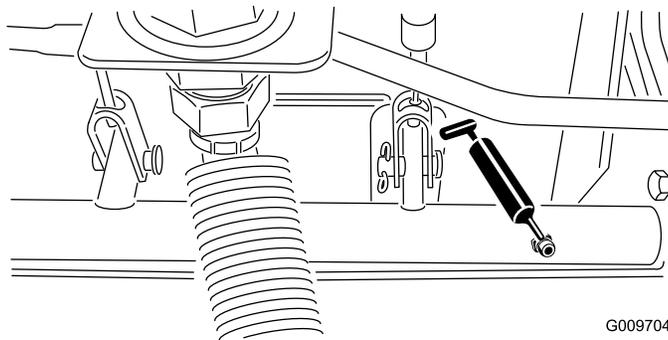

Рисунок 23
- Шарнирные опоры вала тормоза (5 шт.) (Рисунок 23)